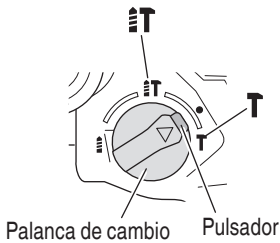
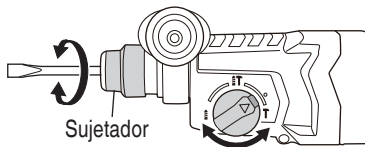

Fig. 24
Fig. 25
- (1) Montar la punta rompedora o cortafíos.
- (2) Presionar el pulsador y colocar la palanca de cambio en medio de la marca **IT** y la marca **T** (Fig. 24). Se desbloquea la rotación, girar el sujetador y ajustar el cortafíos en la posición deseada (Fig. 25).